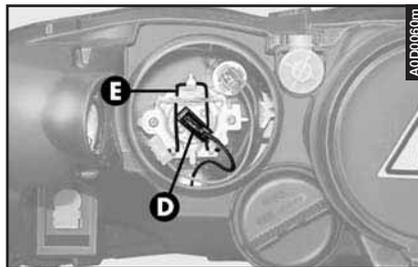

fig. 30
– Staccare il connettore (**D-fig. 30**) inserito a pressione e sganciare la molletta (**E**).